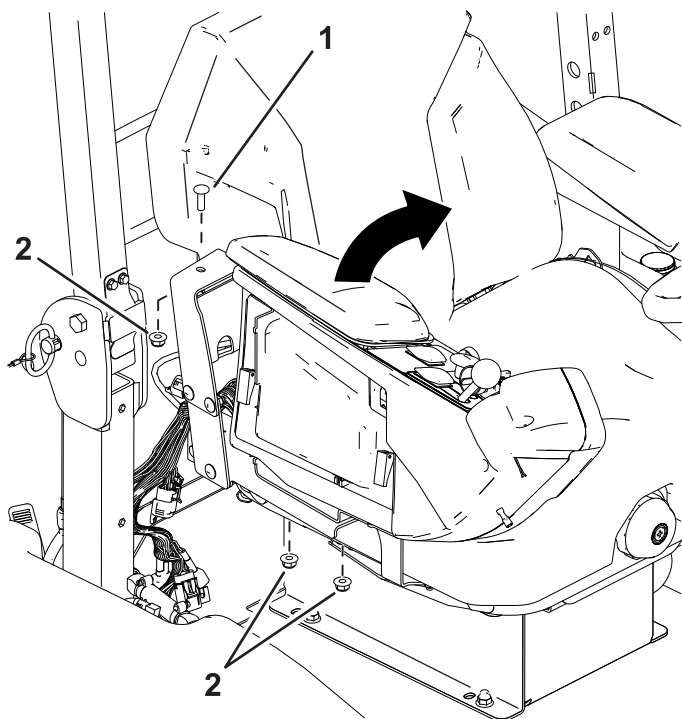

Figure 5
7. Retirez les écrous et les boulons de l'accoudoir droit et faites-le pivoter vers le centre (**Figure 5**).